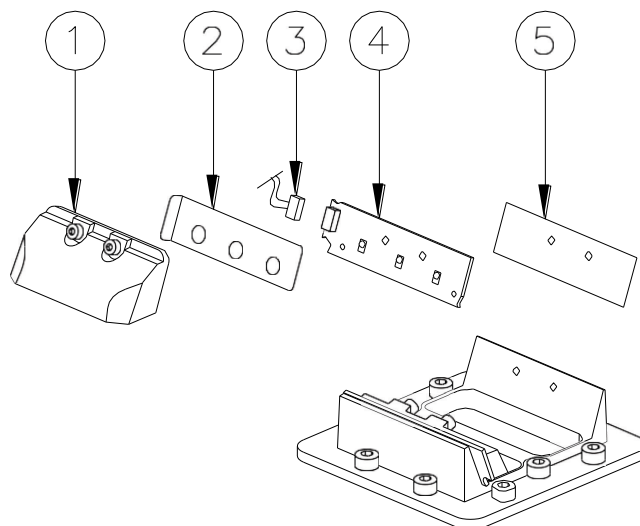

Figure 26 – Remplacement du module LED
- débrancher le câble d'alimentation du module LED (Figure 26 - n°3)
- retirer le module LED (Figure 26 - n°4) et son réflecteur (Figure 26 - n°1) du support de prisme en dévissant les deux vis TCEI M3x16
- s'assurer que l'interface thermique (Figure 26 - n°5) est correctement positionnée sous le module LED
- s'assurer que la feuille isolante en Kapton (Figure 26 - n°2) est correctement positionnée sur le module LED
- rebrancher le câble d'alimentation au module LED (Figure 26 - n°3)